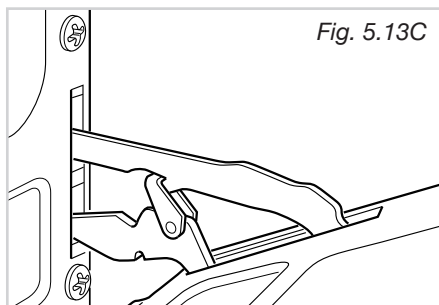

Fig. 5.13C
- Socchiudendo dolcemente la porta sganciare ed estrarre la baionetta inferiore delle cerniere dal loro alloggiamento (fig. 5.13C).